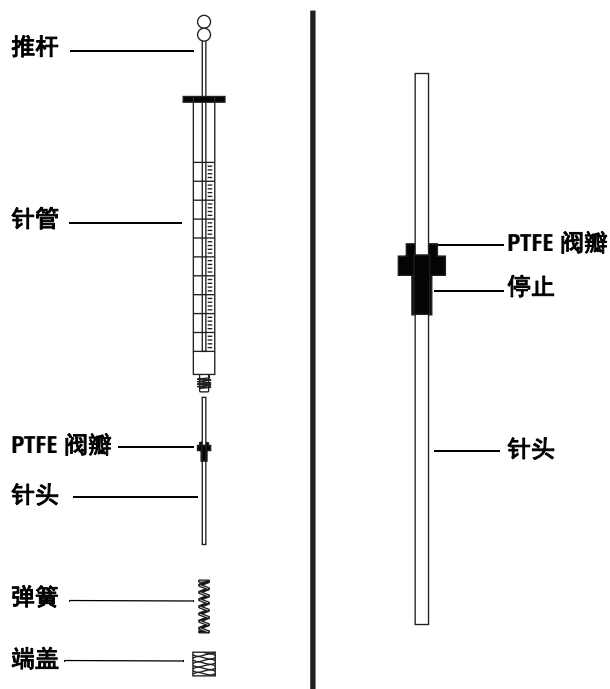

图 48 进样针部件
要将针头插入进样针针管（图 48），请执行以下操作：
- 2 确保针头具有 PTFE 阀瓣（图 48）。如果进样针针管没有 PTFE 阀瓣，则亲自按照进样针盒中的说明将针头包起来。